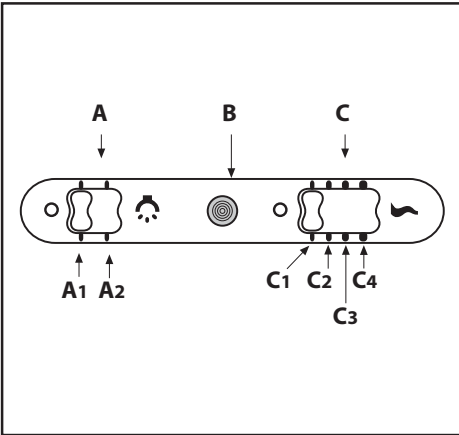

Fig.8
• **Mandos:** (fig.8) **slider** le symbole sont le suivant:
• **Kontroller:** (fig.8) **slider** zijn de symbolen hieronder weergegeven: